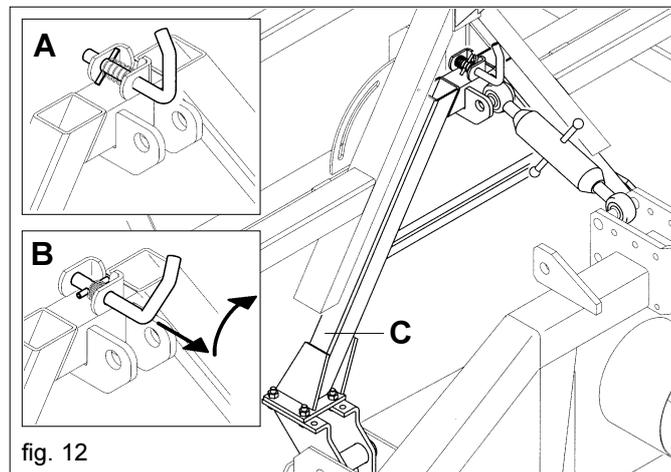

fig. 12
- 2) Lubrifier avec de la graisse (C Fig. 12) les guides du triangle pour faciliter l'embrayage et vérifier que le pivot à ressort se trouve dans la position indiquée par la Figure 12, réf. B.
- 3) Avvicinarsi con il trattore alla seminatrice, agendo sul sollevatore, portare il triangolo di aggancio rapido sulla verticale del triangolo di accoppiamento della seminatrice (Fig. 12).
- 5) Soulever la machine jusqu'à ce que les deux parties soient parfaitement assemblées long des glissières du triangle avec l'assemblage du goujon à ressort (A Fig. 12).
- 2) Après avoir soulevé la machine, insérer les pieds de stationnement et préparer le pivot (cf. B Fig. 12) au décrochement.